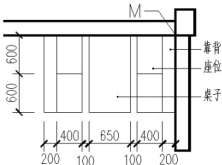
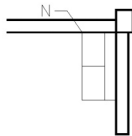
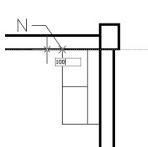

图 4.46 火车座的尺寸
图 4.47 绘制靠背和座位
图 4.48 确定矩形的右上角点
火车座的尺寸如图 4.46 所示。
(1) 当前层仍为【家具】图层, 用窗口放大命令将餐厅的右上角放大。
(2) 单击【绘图】工具栏上的【矩形】图标, 启动【矩形】命令。
① 在指定第一个角点或【倒角(C)/标高(E)/圆角(F)/厚度(T)/宽度(W)]: 提示下, 捕捉图 4.46 中所示的 M 点作为矩形的第一个角点。
② 在指定另一个角点或【面积(A)/尺寸(D)/旋转(R)]: 提示下, 输入 “@-200, -1200” 后按 Enter 键结束命令, 绘制出 1200mm 长、200mm 宽的靠背。
(3) 重复【矩形】命令, 捕捉靠背的左上角点为第一个角点, 对角点的坐标为 “@-400, -1200”, 绘制出 1200 长、400 宽的座位。
(4) 启动【直线】命令, 捕捉 400×1200 座位的两个长边的中点, 作为直线的起点和终点, 结果如图 4.47 所示。
(5) 打开【正交】、【对象捕捉】和【对象追踪】功能, 启动【矩形】命令。
① 在指定第一个角点或【倒角(C)/标高(E)/圆角(F)/厚度(T)/宽度(W)]: 提示下, 捕捉图 4.47 中所示的 N 点, 不单击, 如图 4.48 所示, 将光标向左拖动, 会出现一条虚线, 输入 “100” 后按 Enter 键, 确定矩形的左上角点的位置。